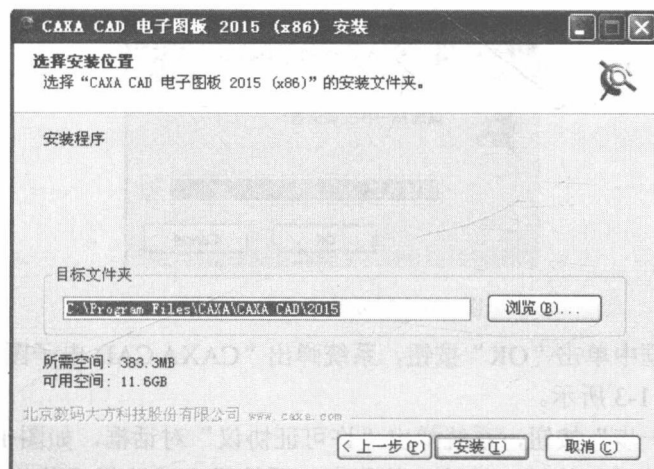

图 1-5 “选择安装位置”对话框
(4) 单击“我接受”按钮,继续安装程序,系统弹出“选择安装位置”对话框,如图 1-5 所示。